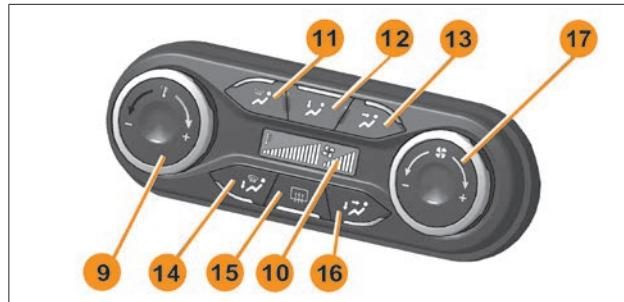

Рис. 4. Блок управления системой вентиляции и отопления
- 9 – левый поворотный переключатель (управление температурой подаваемого воздуха), см. рис. 4, 5, 6.
**11** – кнопочный переключатель режима обогрева (обдува) ветрового и боковых стекол, (рис. 4, 5);
**12** – кнопочный переключатель режима обогрева ног (рис. 4, 5);